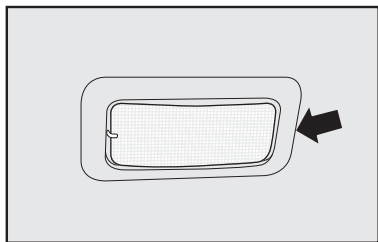
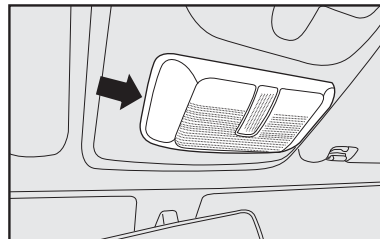

fig. 23
fig. 25
- Com uma chave de fenda no ponto indicado pela seta **fig. 23** ou **fig. 25** remover o conjunto da luz interna montada a pressão pelas travas.